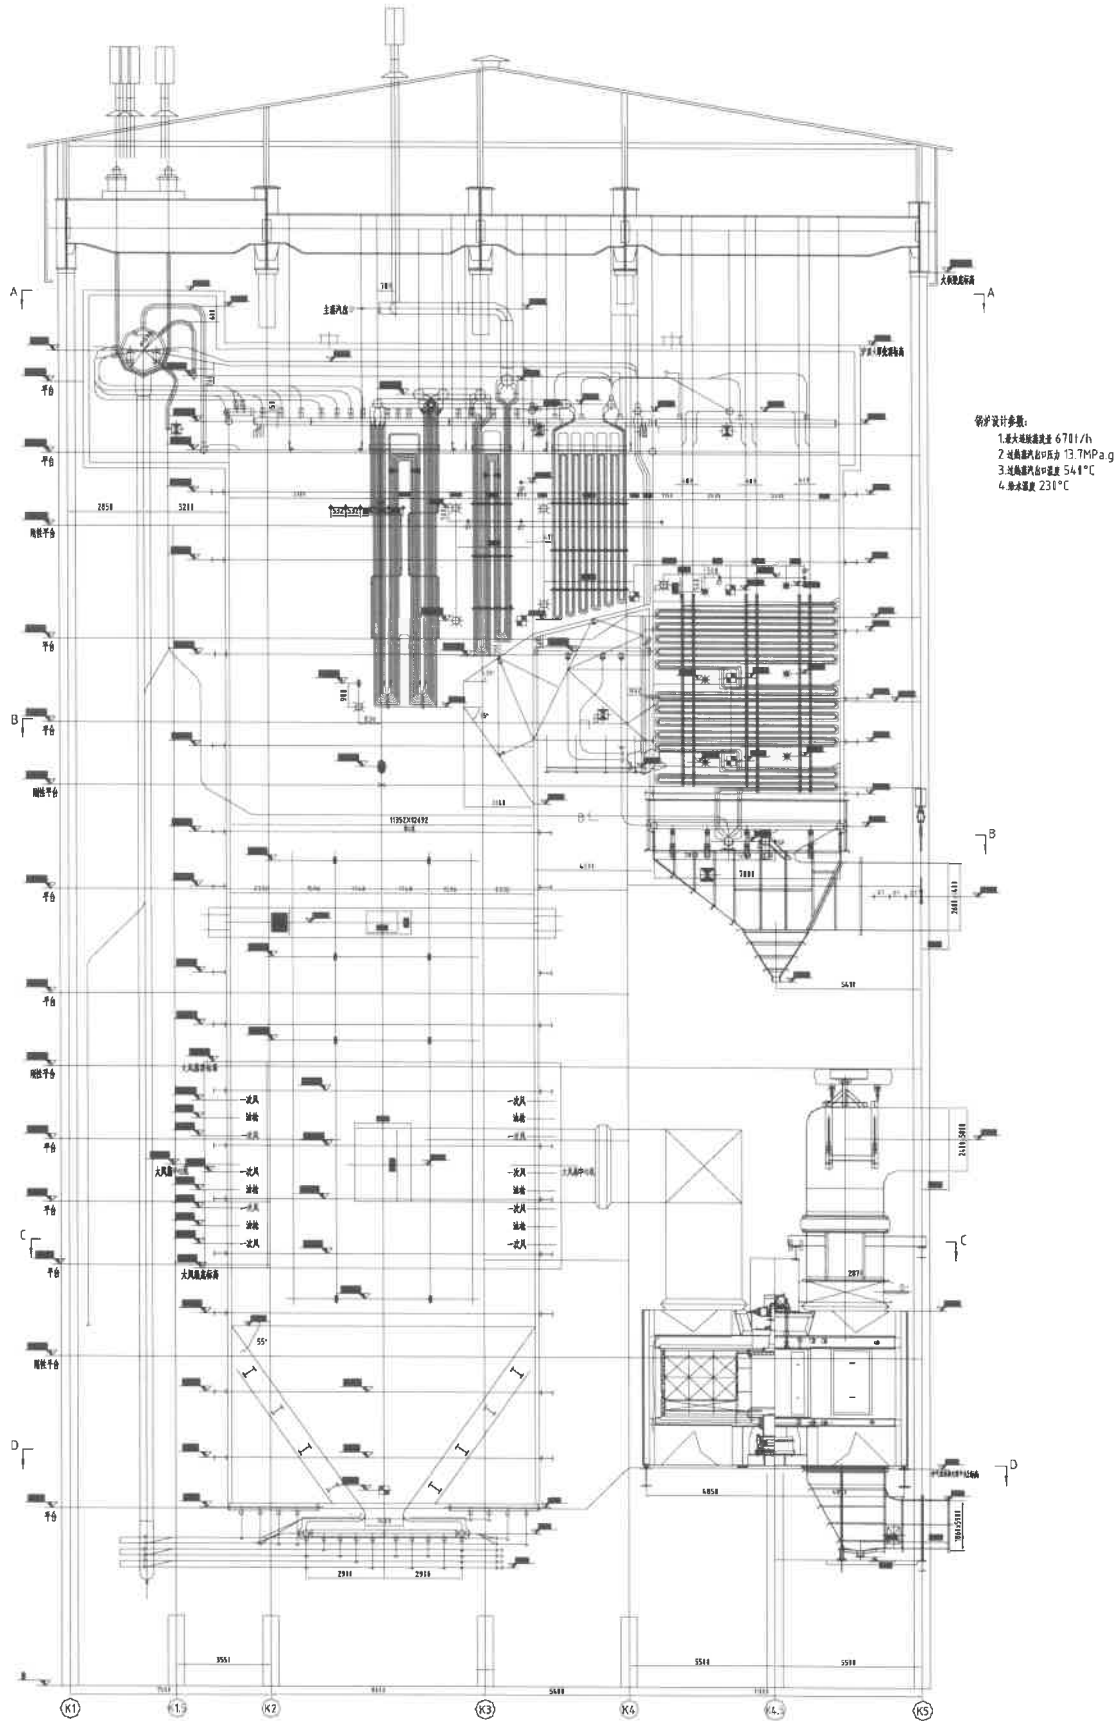

图 2-1 锅炉总体布置
- 2.4 锅炉总体布置见图 2-1，热电厂 4×670t/h 锅炉为上海锅炉厂有限公司设计和制造的 SG-670/13.7-M3001 型超高压参数自然循环、四角切向燃烧方式、单炉膛、无再热、平衡通风、露天布置、固态排渣、全钢构架、炉顶设大罩壳锅炉。制粉系统采用正压直吹式制粉系统，每台锅炉配置 5 台 HP743 型中速磨煤机。锅炉总体布置炉膛宽 12692mm，深 11352mm，炉顶标高 47300mm，锅筒中心线标高 51100mm，炉顶大板梁底标高 54200mm。锅炉运转层标高 12600mm，运转层为钢格栅满铺大平台。锅炉炉顶采用大罩壳热密封结构。炉膛由 $\Phi 60 \times 6$ 膜式水冷壁组成，炉底冷灰斗角度 55° ，炉底密封采用水封结构，炉膛上部布置了屏式过热器及高温过热器，炉底下集箱标高为 5850mm。水平烟道深度为 4500mm，由包覆延伸侧墙